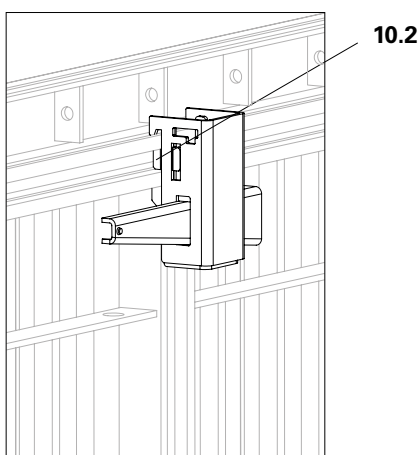

Fig. A5.03
- Telaio di transizione UNO Plus (Fig. A5.03 + A5.04)